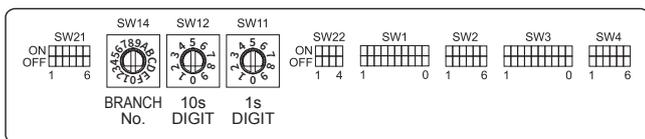

Fig. 5-13
5.6. Adressen einstellen (Fig. 5-13)